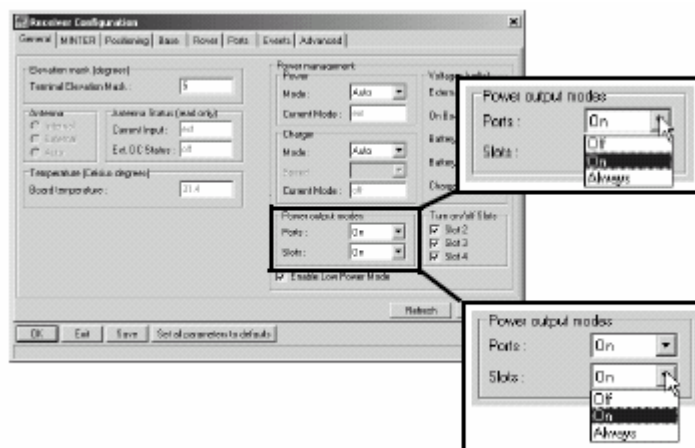

Figura 2-4. Selección de los modos de salida de alimentación – Puertos y ranuras de expansión
5. Seleccione la lista desplegable *Modos salida alimentación Puertos* para configurar la salida de alimentación de los puertos serie (Figura 2-4).
6. Seleccione la lista desplegable *Modos salida alimentación Slots* para configurar la salida de alimentación en las ranuras de expansión internas (Figura 2-4).